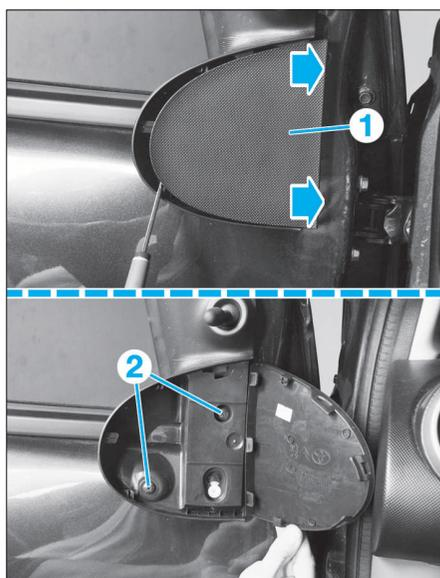

FIG. 92
- Décliper le cache (1) comme illustré (Fig.92), puis déposer les vis de fixation (2).